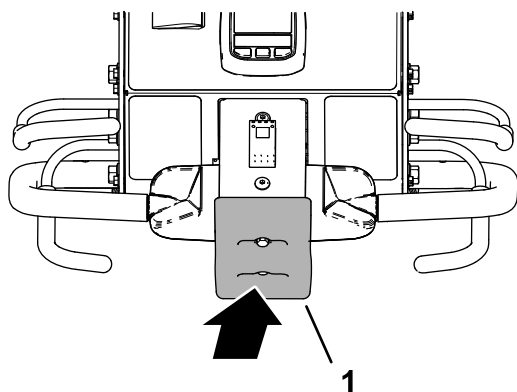

図 36
2. オペレータベイルと走行コントロールを保持したまま、バンプストップスイッチに触る図 36。